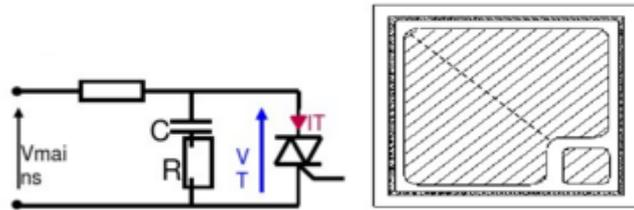

图 4 原理图
(3) 如果在可控硅两端施加了过大的  $di/dt$ ，就会导致控制极的金属层穿透（见图 4）。